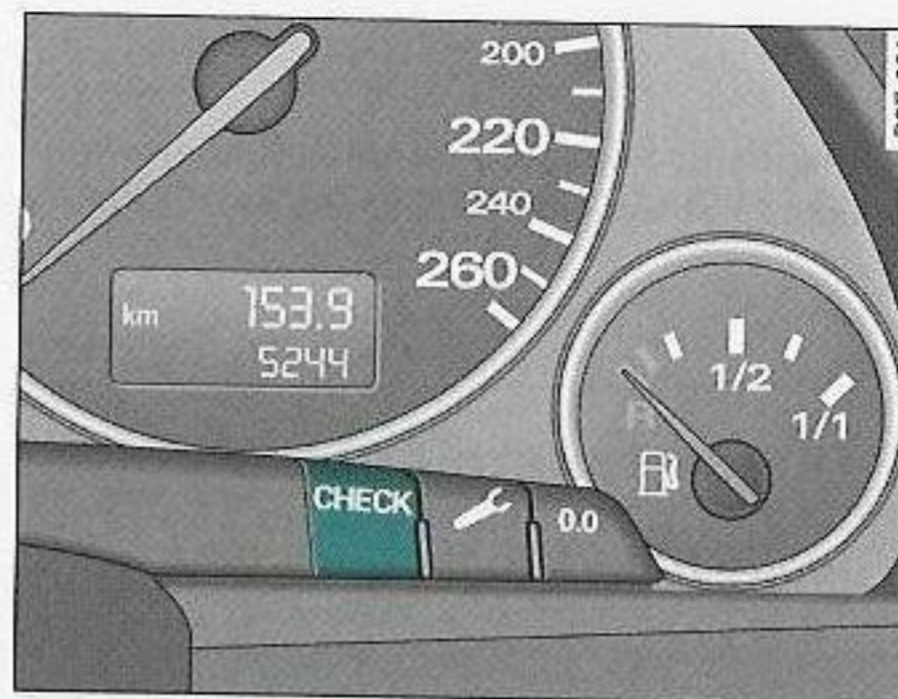

Fig. 21 Detalle del cuadro de instrumentos: Tecla CHECK
- Pulse brevemente la tecla CHECK en el cuadro de instrumentos \Rightarrow página 42, fig. 21. El cuentakilómetros y el reloj digital están iluminados ahora.